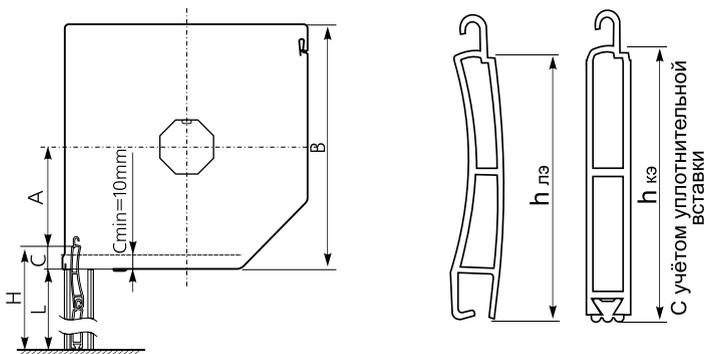

Рисунок 6. Схема к расчету для выбора ригеля.
- Выбор блокирующего ригеля производить в следующей последовательности (графические обозначения см. рис.6):
4. Определяем расстояние A от оси вала до верхней ламели (без замка) (см. рис.6):